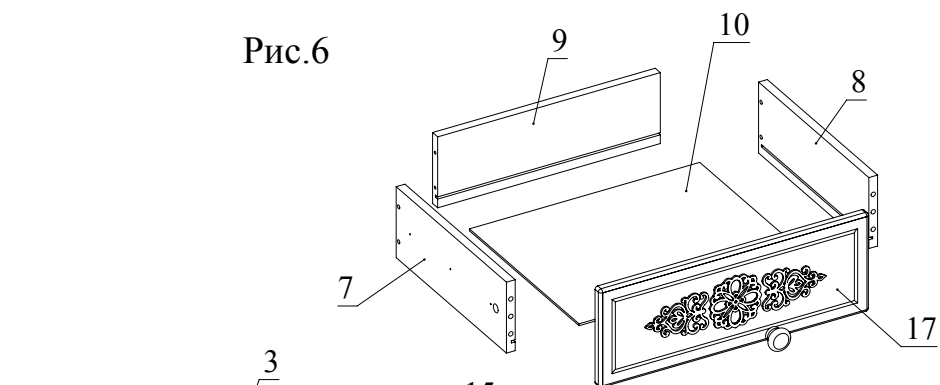

Рис.6
6. Соберите ящики. Внутренние планки телескопических направляющих закрепите на деталях 7 и 8 шурупами 3,5x16. Соедините при помощи конфирматов детали 7, 8 и 9. Вставьте деталь 10 в паз. Установите деталь 17 на детали 7, 8 и зафиксируйте, повернув конфирматным ключом головки минификсов по часовой стрелке до упора (Рис. 6). С помощью шурупа 4x40 прикрутите ручку на деталь 17.